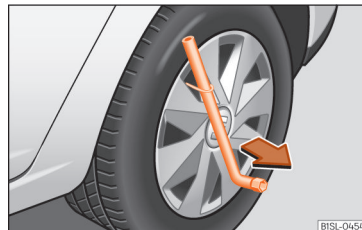

Abb. 52 Radvollblende abziehen.
- Radschlüssel durch den Drahtbügel schieben » » » **Abb. 52** und die Radvollblende in Pfeilrichtung abziehen.